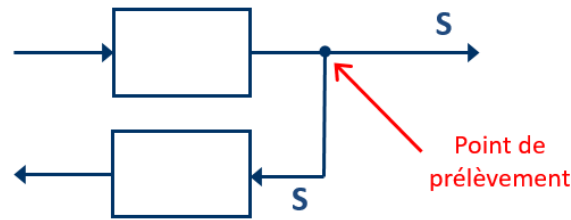

Figure 4 : un point de prélèvement
- **Le point de prélèvement, ou jonction, Figure 4 :** il prélève, sans le modifier, le signal en un point.